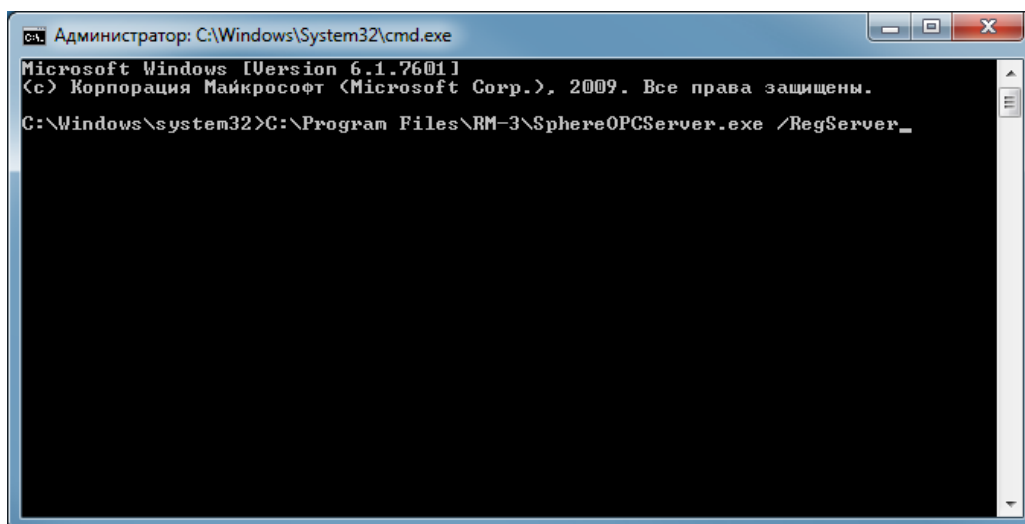

Рис. 305 – Запуск SphereOPCServer.exe с параметром /RegServer.
2. В командную строку необходимо ввести путь к модулю OPC сервера и указать параметр запуска **/RegServer**. (Рис. 305)